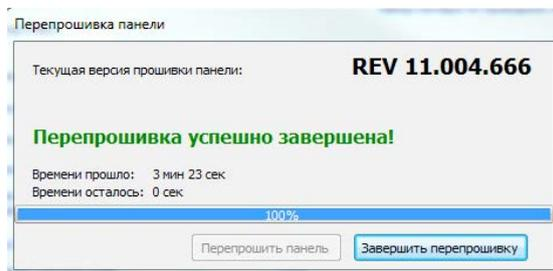

Рисунок 3. Завершение обновления ФПО
5. Дождитесь окончания процесса обновления и нажмите кнопку «Завершить перепрошивку» (см. рис. 3).